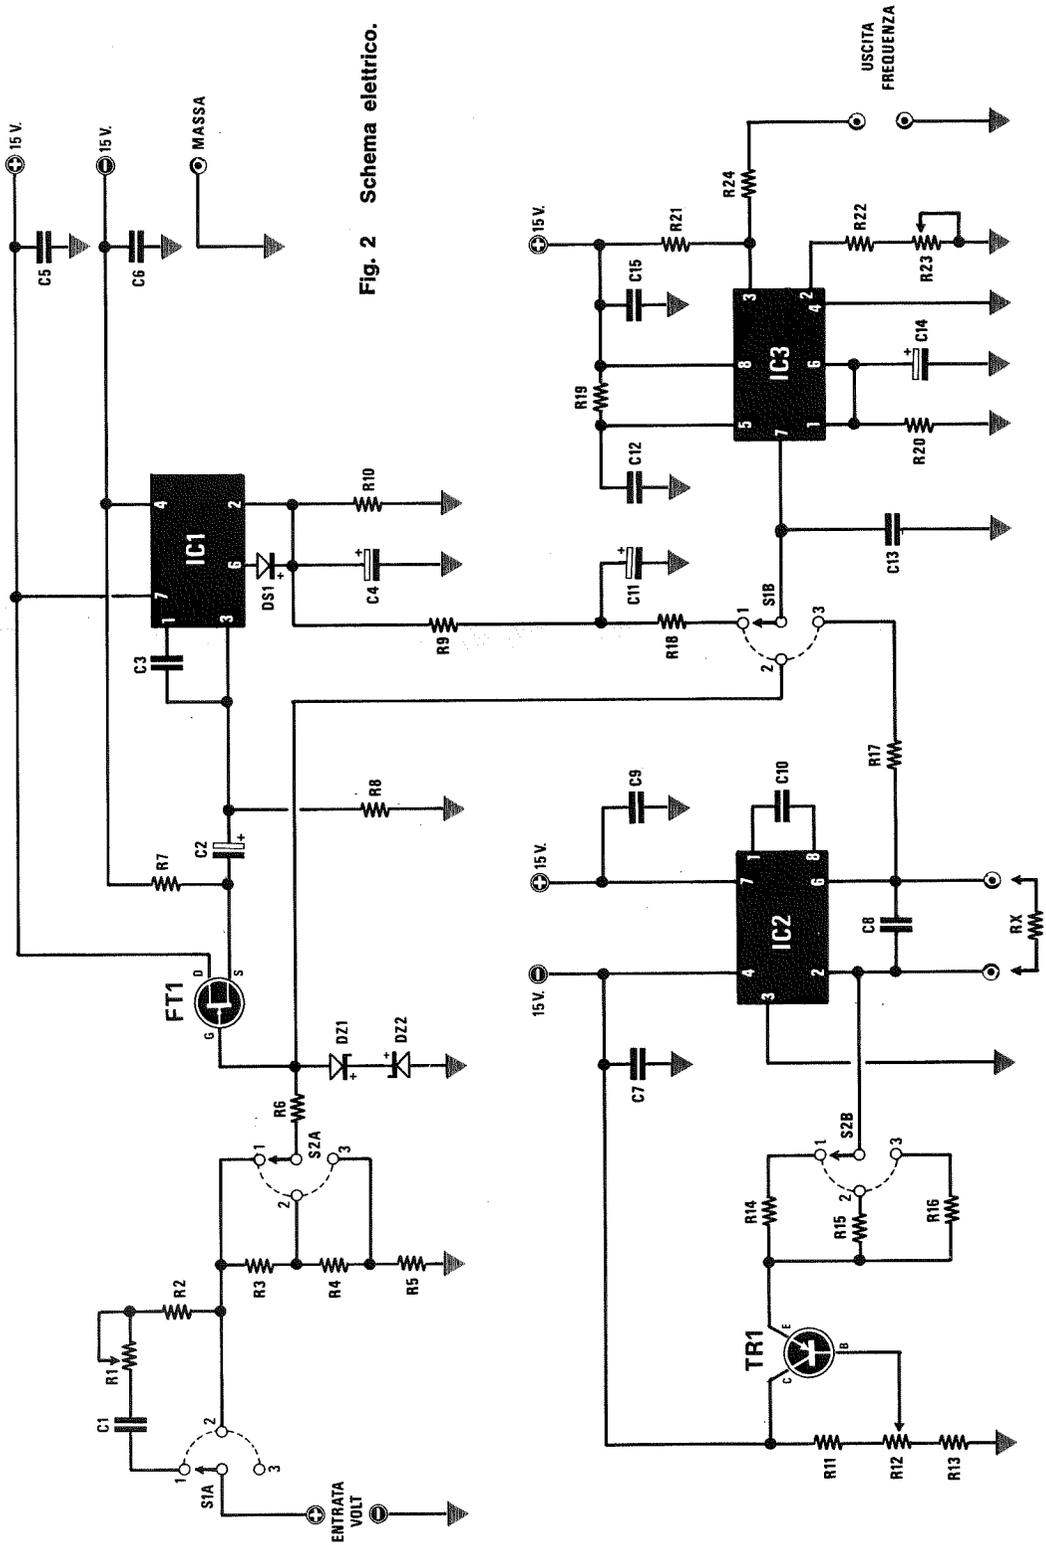
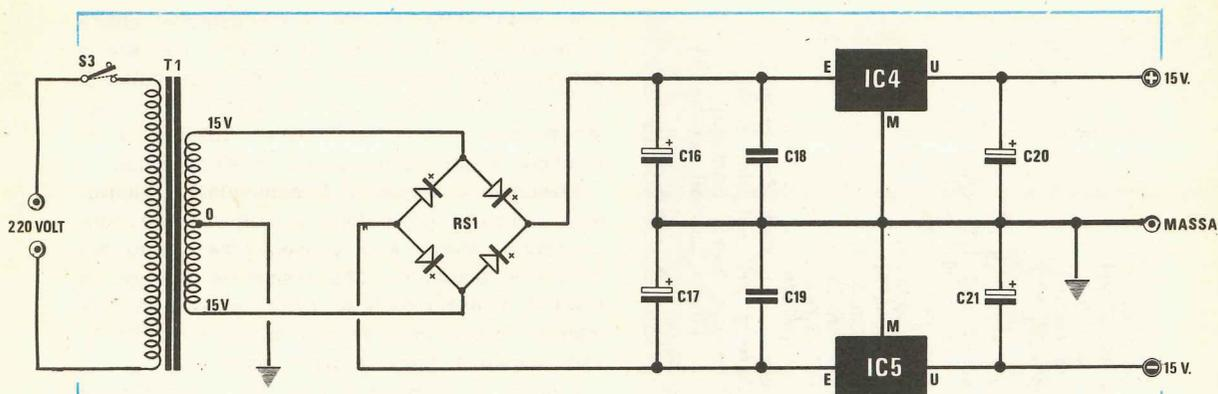

Fig. 2 Schema elettrico.
Fig. 3 Schema elettrico dell'alimentatore. Il valore dei componenti è riportato nella lista sotto la fig. 2.
In fig. 2 è visibile lo schema elettrico di questo convertitore, escluso lo stadio alimentatore che viene invece riportato in fig. 3.
**Fig. 4** Nello schema elettrico di fig. 2 le commutazioni sono state disegnate in modo da risultare visivamente più comprensibili. In pratica, avendo noi utilizzato dei commutatori a slitta, pur effettuando queste commutazioni identiche a quelle indicate in fig. 2, lo schema elettrico effettivo risulta modificato come vedesi in disegno.
Queste due tensioni vengono ottenute, come vedesi in fig. 3, tramite i due integrati stabilizzatori IC4 e IC5, rispettivamente un uA.7815 per la tensione positiva e un uA.7915 per quella negativa.